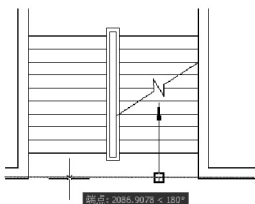
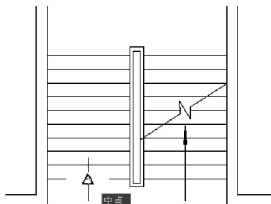
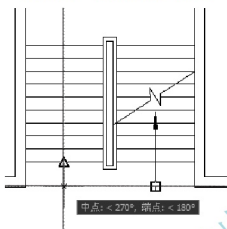

图 2.127 向左拖出水平虚线
图 2.128 光标放在左侧梯段踏步线中点
图 2.129 向下拖出垂直虚线
(1) 打开**【正交】**、**【对象捕捉】**、**【对象追踪】**功能。单击**【绘图】**工具栏中的**【多段线】**图标或在命令行输入“PL”并按 Enter 键, 启动绘制多段线命令。
(2) 在**当前线宽为 0.0000, 指定起点**或**[圆弧(A)/半宽(H)/长度(L)/放弃(U)/宽度(W)]**: 提示下, 将光标放在如图 2.127 所示的上行箭头杆的端点处, 此时不单击, 然后将光标轻轻地向左拖动, 拖出一条水平虚线。将光标放在如图 2.128 所示的左侧梯段踏步线中点, 此时出现中点捕捉, 同样不单击, 并把光标轻轻地垂直向下拖动, 拖出一条垂直虚线, 如图 2.129 所示。然后将光标放在水平和垂直虚线相交处并单击, 确定下行箭头杆的起点位置。